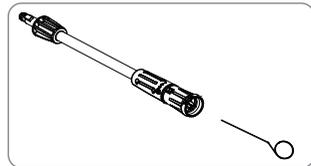

Fig. 19
2. Nettoyage de la buse (fig. 19)